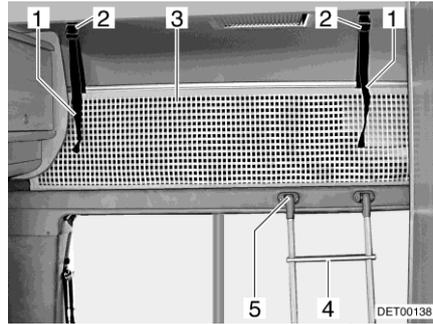

Fig. 68 Cama de alcoba
Para subir a la cama de alcoba, utilizar la escalera de ascenso (Fig. 68,4) equipada de serie.
- Enganchar la escalera con los largueros en el soporte (Fig. 68,5) del panel de la alcoba.
La red de seguridad (Fig. 68,3) viene de serie entre el colchón y el somier. Apenas extender la red de seguridad cuando las personas ya se encuentren en la alcoba.
- Dejar que las cintas de sujeción (Fig. 68,1) engatillen en los soportes (Fig. 68,2) en el techo.